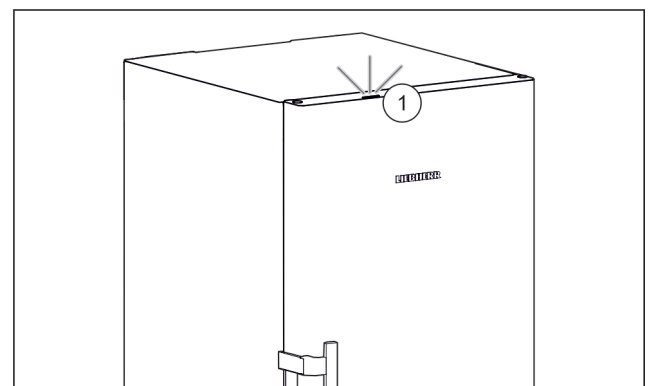

Fig. 27 Aktywna kontrolka statusu przy zamkniętych drzwiach
- ▷ Kontrolka statusu Fig. 27 (1) jest aktywna.